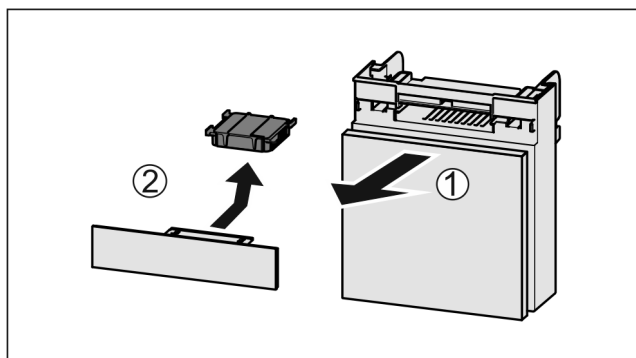

Fig. 113
- Extraire le compartiment par l'avant Fig. 113 (1).
- Sortir le filtre à charbon actif Fig. 113 (2).